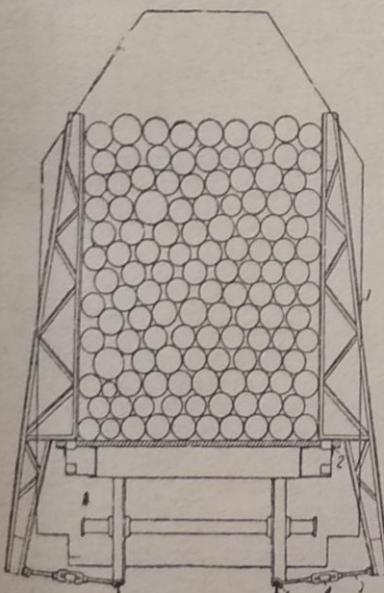

Рис. 2
На складе должно быть три-четыре комплекта стоек, по четыре штуки в каждом комплекте. Стойки (1) (рис. 2) делаются в виде легкой решетчатой фермы из углового железа. При помощи шипа (2) стойки вводятся в гнезда платформы по две с каждой стороны и крепятся к рельсам при помощи четырех раздвижных упоров (3, 4, 5).